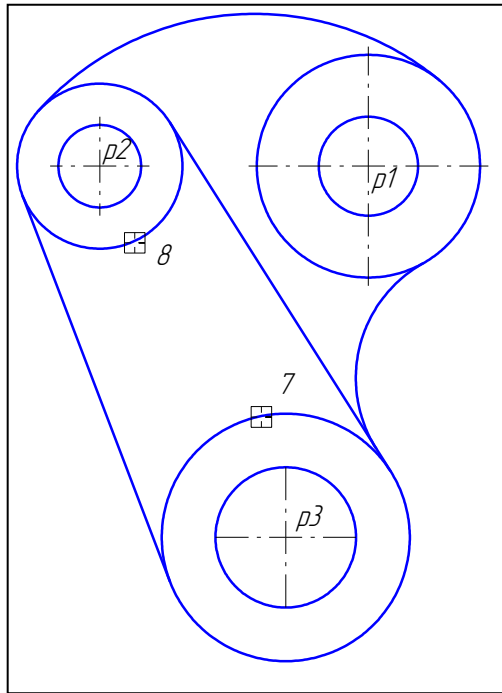

Рис. 72
19. С помощью команды **Усечь кривую** удалите лишний участок окружности $o6$ (мишень 7) и окружности $o4$ (мишень 8) рис. 72.